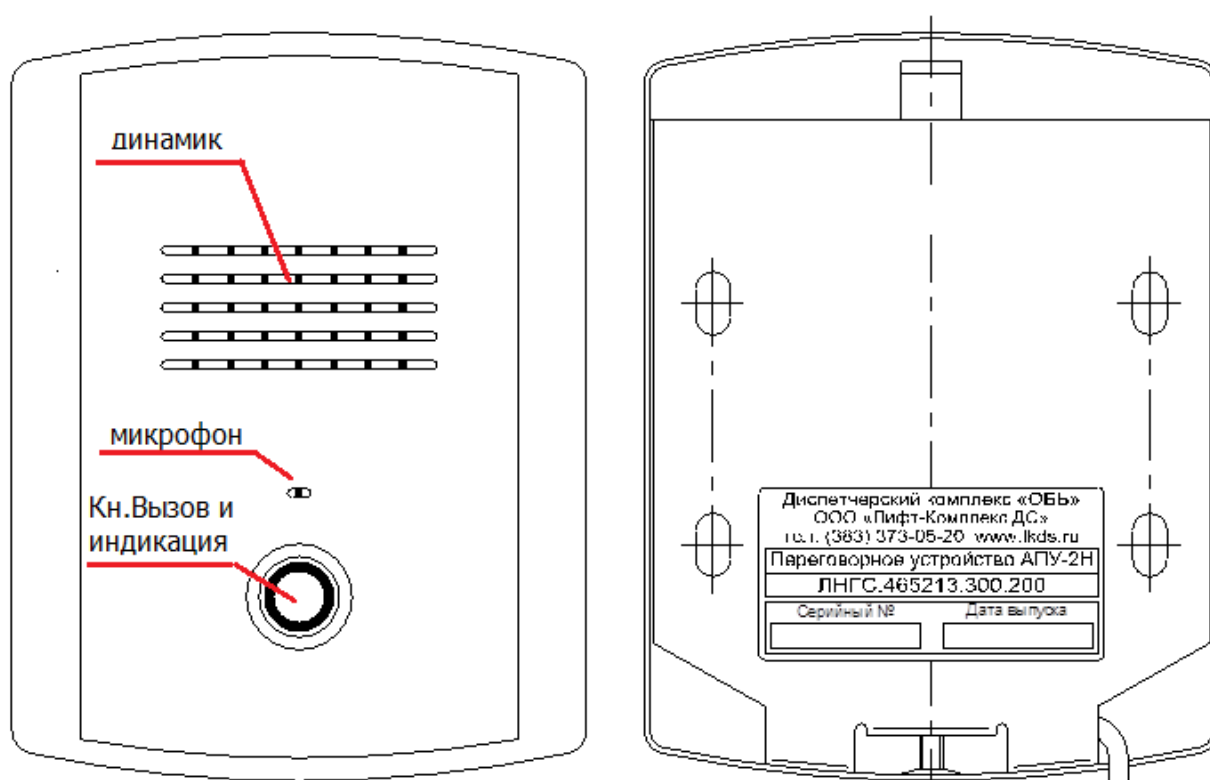

Рис.1 Внешний вид этажного Переговорного устройства АПУ-1Н
1.6.1. Конструктивно АПУ-2Н выполнен в металлическом корпусе (см. рис. 1). На лицевой стороне которого расположены: